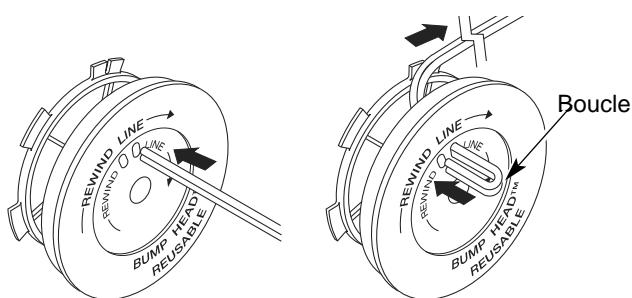

Fig. 21
8. Découpez environ 2.7 m (9 pi) de fil neuf. Insérez une extrémité du fil dans l'un des deux trous du moulinet intégral (Fig. 21). Tirez le fil jusqu'à ne laisser que 10 cm (4 po) environ.
9. Insérez l'autre extrémité du fil dans le trou ouvert du moulinet et tirez sur le fil pour que la boucle soit le plus petit possible (Fig. 21).